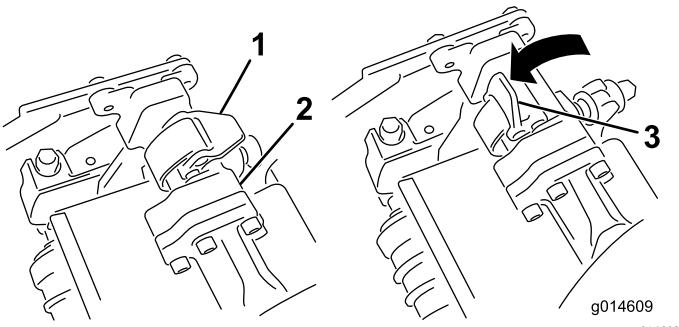

图32
3. 当悬挂臂杆上的闩锁指向上方（即打开）时（图32），向下压悬挂臂，使悬挂臂杆与滚刀组上方的支架相契合（图33）。
4. 向下并绕着滚刀组横杆关闭闩锁，将它们锁定到位（图32）。
4. 打开您正在拆下的滚刀组悬挂臂上的闩锁（图32）。